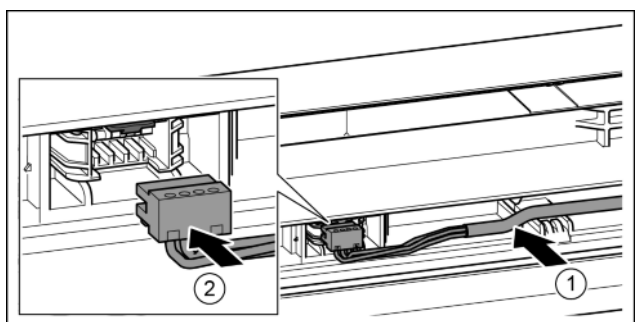

Fig. 38
- Graues Kabel in die Führung in der oberen Tür einlegen. *Fig. 38 (1)*
- Stecker einrasten. *Fig. 38 (2)*